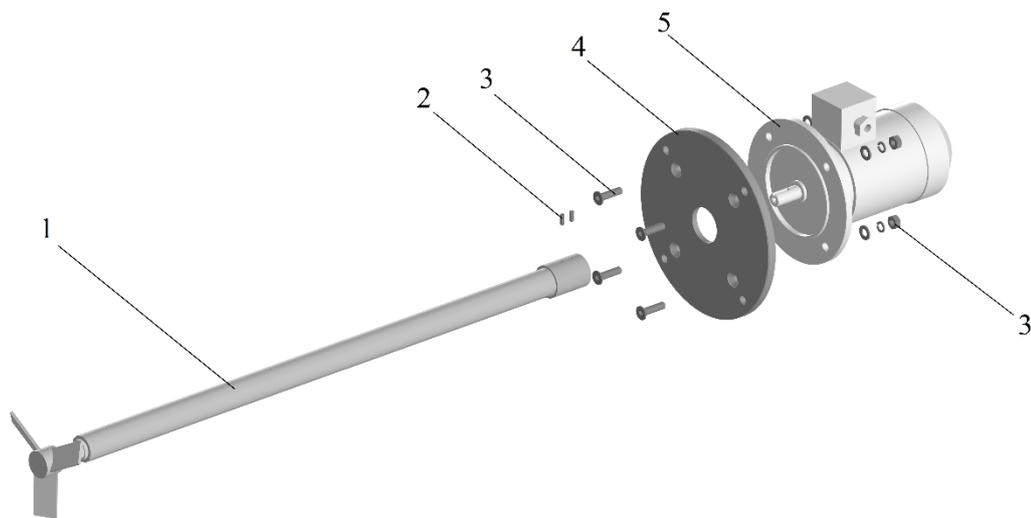

Рисунок 8. Детализовка миксера Микс N
4. Демонтируйте крепеж (рисунок 8, поз. 3);
5. Демонтируйте фланец (рисунок 8, поз. 4) с электродвигателя (рисунок 8, поз. 5);
6. Демонтируйте крепеж (рисунок 8, поз. 2) с вала миксера (рисунок 8, поз. 1);
7. Демонтируйте вал (рисунок 8, поз. 1) с электродвигателя (рисунок 8, поз. 5);